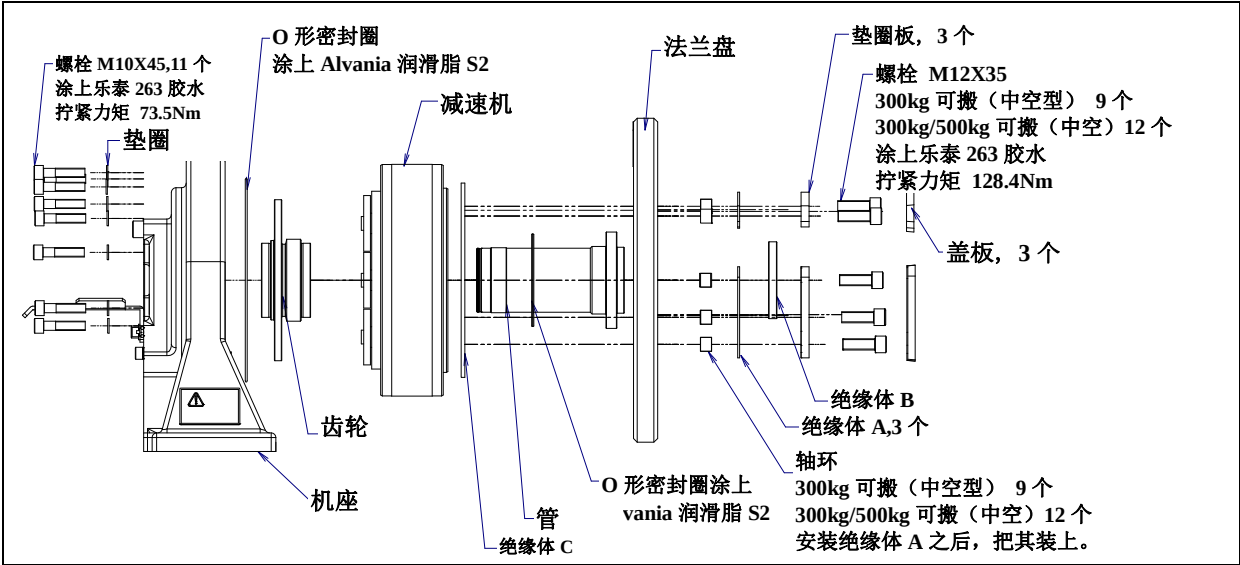

图 6.2 (a) 减速机的更换(300kg 可搬运(中空型))(300kg/500kg 可搬运(中空型))
- 然后按照相反的步骤进行新的减速机的装配。此时, 把 O 形密封圈换成新的, 然后将其装到规定位置。注意不要破损油封。有关拧紧力矩和乐泰胶水的涂上, 按照图 6.2 (a)。